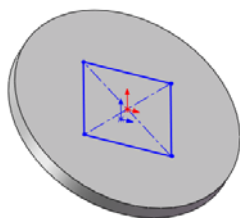

图 5-78 打开的文件实体
(1) 在图 5-78 中保持草图处于激活状态，单击“特征”工具栏中的（拉伸切除）按钮，或选择菜单栏中的“插入”→“切除”→“拉伸”命令。